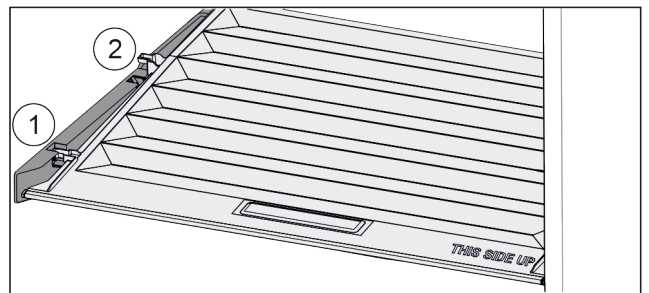

Fig. 95
- ▶ Издърпайте напред Fig. 95 (1) капака до отвора в задържащите части.
- ▶ Повдигнете го отзад отдолу и отстранете Fig. 95 (2) нагоре.